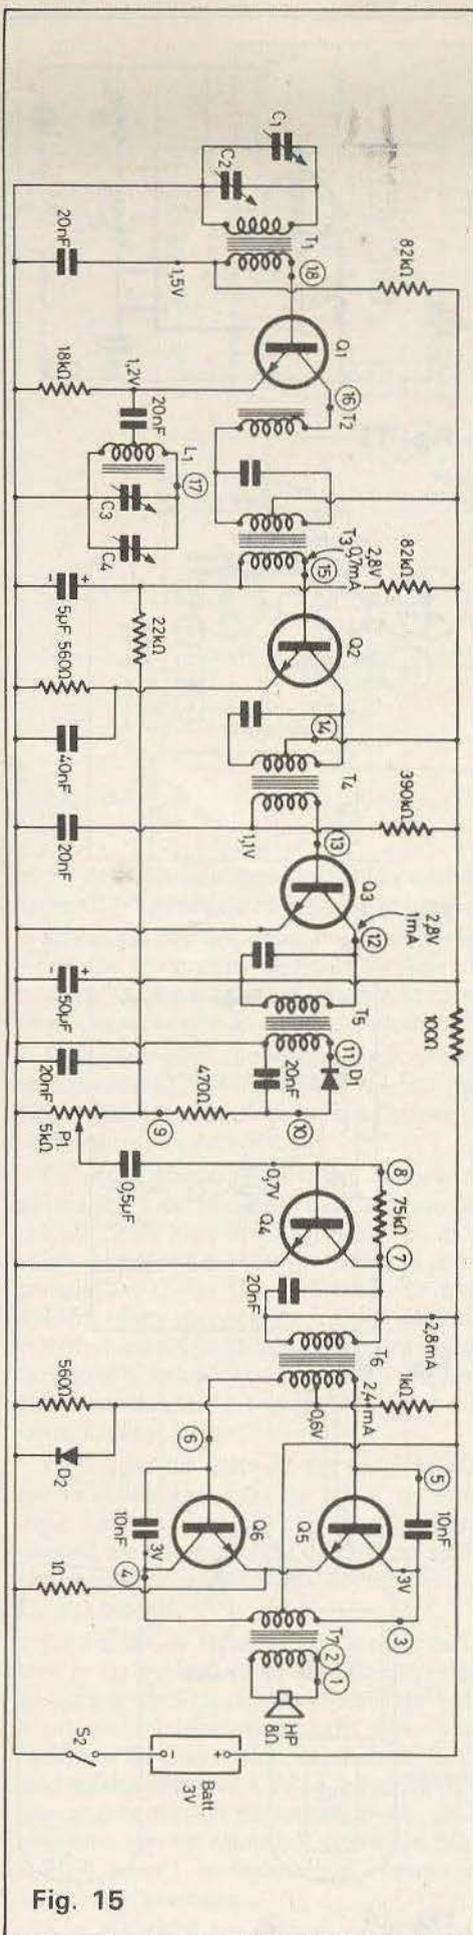

Fig. 15
Il s'agit d'un radiorécepteur à modulation d'amplitude conforme au schéma de la **figure 15**.
**Le récepteur analysé.** Revenons au schéma de la **figure 15**. Le montage est classique, son originalité réside dans l'alimentation de 3 V seulement par pile ce qui a conduit le concepteur de ce schéma à utiliser des transformateurs en BF évitant les résistances réductrices de tension. Indiquons en passant, qu'un appareil de ce genre pourrait se montrer intéressant pour une alimentation par cellule solaire de petites dimensions. Chaque cellule donne 0,4 V et il en faut 9, mises en série : des cellules de 0,1 A suffiront.